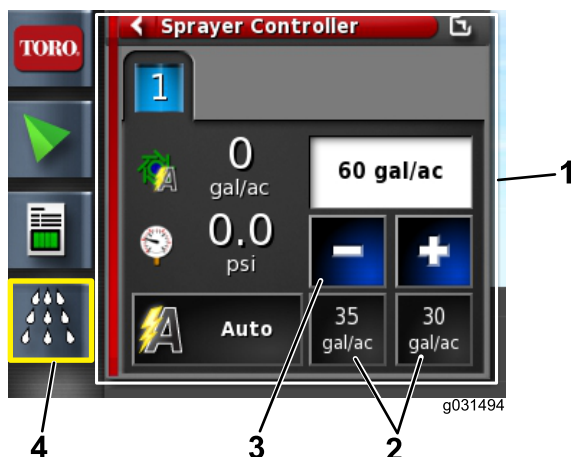

Figure 7
3. Cliquez sur l'icône Contrôleur de pulvérisateur (Figure 7).
5. Si le débit sélectionné n'est pas le bon, modifiez-le progressivement avec les débits prédéfinis ou sélectionnez la case du débit actuel et entrez le débit d'application manuellement (Figure 7).